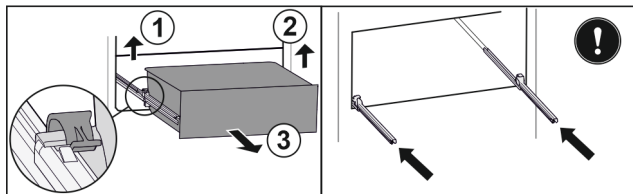

Fig. 125
- Podignite lijevu stezaljku i istovremeno izvucite ladicu lijevo prema naprijed. *Fig. 125 (1)*
- Podignite desnu stezaljku i istovremeno izvucite ladicu desno prema naprijed. *Fig. 125 (2)*
- Izvadite ladicu prema naprijed. *Fig. 125 (3)*